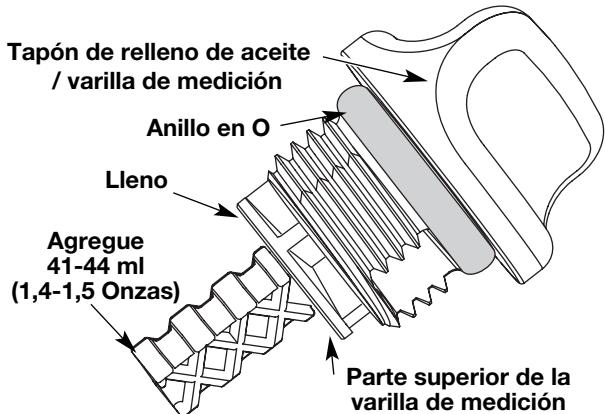

Fig. 23
5. Retire el tapón de llenado de aceite / varilla de medición e inspeccione el nivel del aceite. El aceite debe llegar hasta la parte superior de la varilla de medición (Fig. 23).